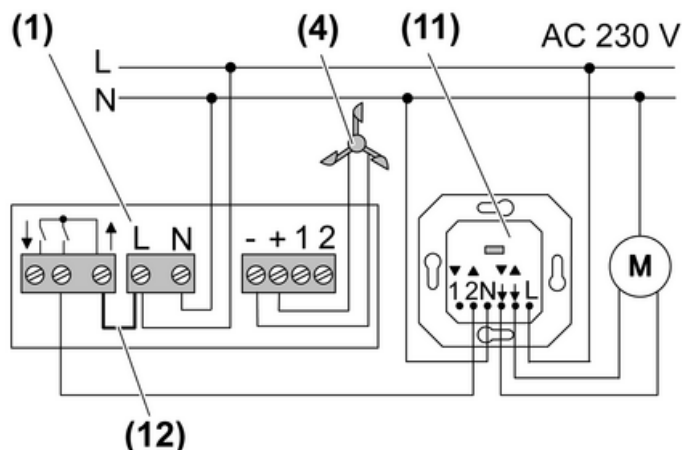

Bild 4: Anschlussplan Windsensor-Schnittstelle an Jalousiesteuerung
- Gerät mit zwei Schrauben (10) befestigen. Schrauben und Dübel sind im Lieferumfang enthalten.
- Leitungen ins Anschlussgehäuse einführen und nach Anschlussplan anschließen (Bild 4).
- i** Die Verteilerklemme (5) dient zum Anschluss des Schutzleiters.